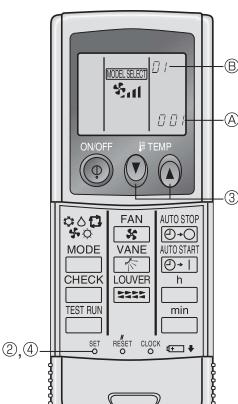

Fig. 6-7
4) การตั้งค่าความเร็วพัดลมอัตโนมัติ (สำหรับรีโมทคอนโทรลไร้สาย) (Fig. 6-7)